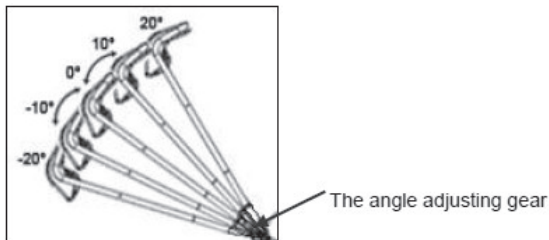

Рис. 3 (механизм регулировки угла наклона)
2. Поднимая, или опуская рукоятку, установите соответствующий угол наклона от -20° / 20° , как показано на рис.3.;